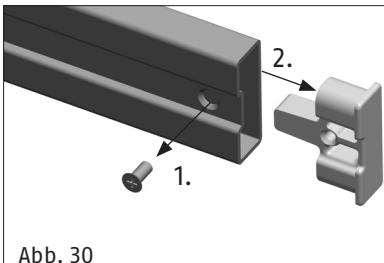
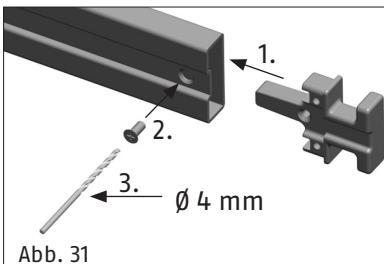

Abb. 30
Abb. 31
- Zunächst die Schraube auf der Rückseite des Riegels lösen und Riegelabschlussstück entfernen (Abb. 30). Riegelabschlussstück für Sperrbügelfunktion einsetzen und mit selbstschneidend Schraube maximal fest andrehen. Kreuzschlitz der Schraube mit HSS-Bohrer Ø 4mm ausbohren (Abb. 31) und die Lochkontur mit z.B. Lackstift oder Fett versehen (Korrosionsschutz).